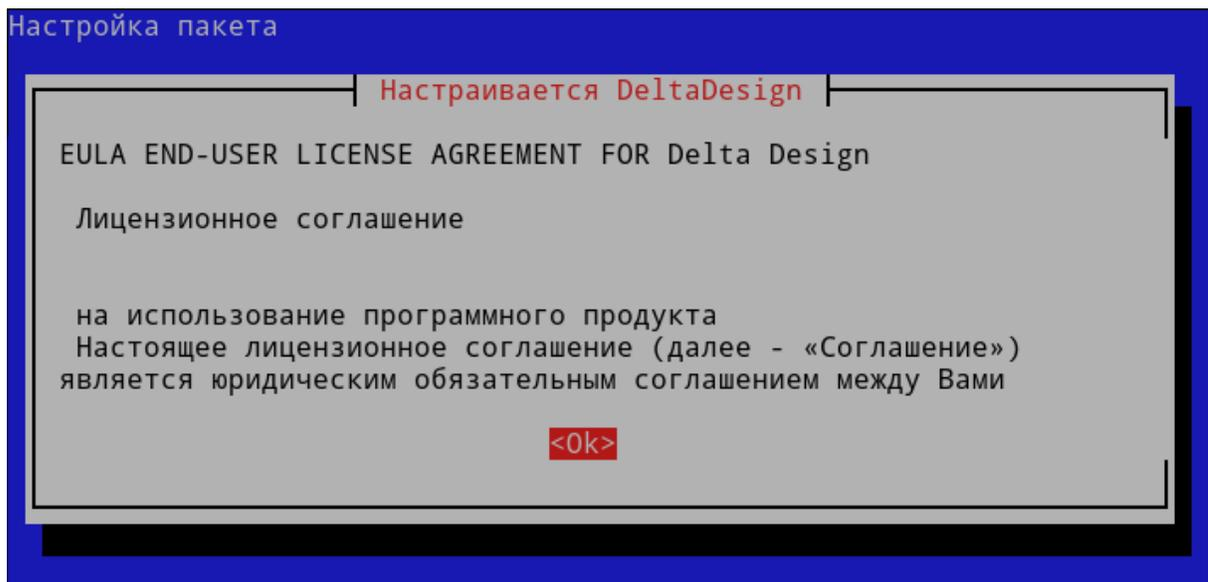

Рис. 7 Лицензионное соглашение
4. Прочитайте лицензионное соглашение и для продолжения нажмите «Ok», см. Рис. 7.